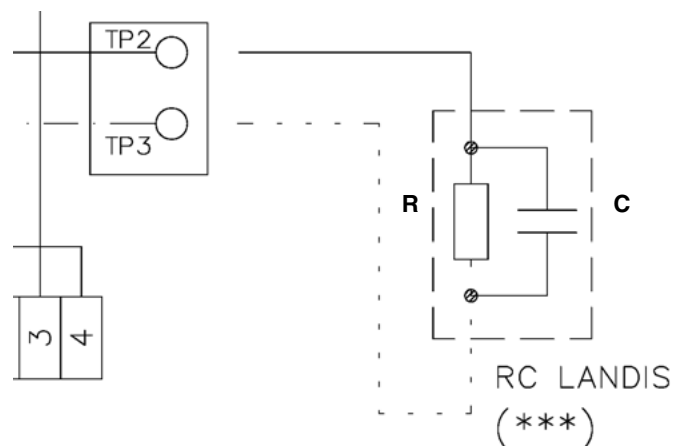

Fig. 44
* En estas ocasiones insertar un circuito RC (véase Fig. 44)